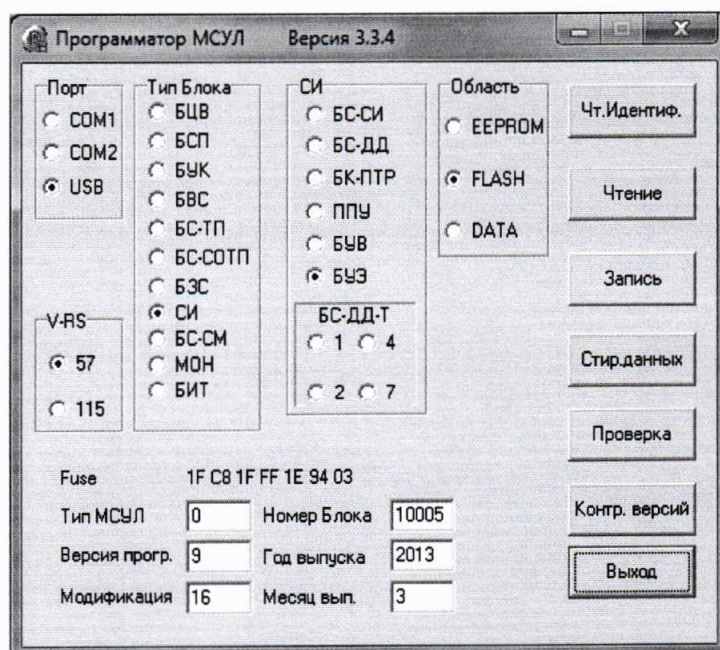

Рисунок 1 – Определение номера версии программного обеспечения
8.2.3 Для проверки идентификации заводского номера, даты выпуска и идентификационных данных ПО БУЭ запустить на ПК программу «Анализатор обмена МСУЛ» (исполняемый файл – «Sav\_Msul.exe»). В программе «Анализатор обмена МСУЛ» нажать кнопку «Программатор». В окне «Программатор МСУЛ» в поле «Порт» выбрать «USB», в поле «Тип блока» выбрать «СИ», в поле «СИ» выбрать «БУЭ». Нажать кнопку «Чт.Идентиф» (см. Рисунок 1).